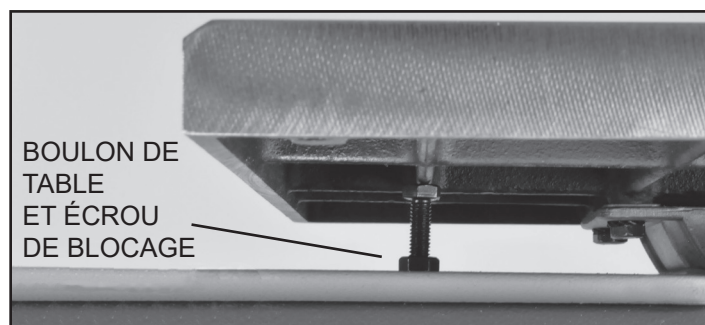

FIGURE 13
3. Assurez-vous que le boulon (#87) d'appui à 90° de la table n'interfère aucunement avec ce processus. Desserrez l'écrou de blocage (#86) du boulon et vissez le boulon vers le bas, en l'éloignant de la face inférieure de la table. FIG. 13.
6. Resserrer l'écrou de blocage de l'appui de la table en vous assurant que le réglage à 90° de la table soit maintenu. FIG. 13.